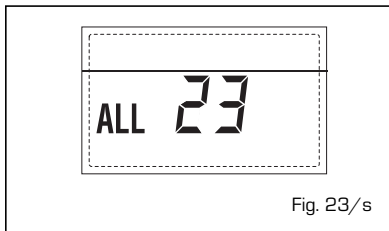

Fig. 23/s
- **ANOMALIA GUASTO SONDA COLLETTORE SOLARE S1 "ALL 24"** (fig. 23/t)